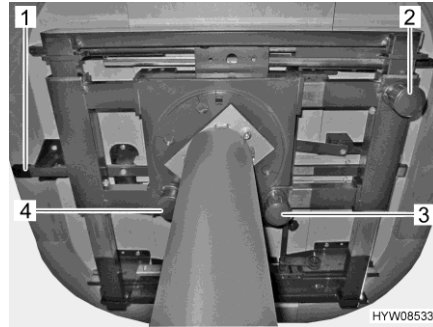
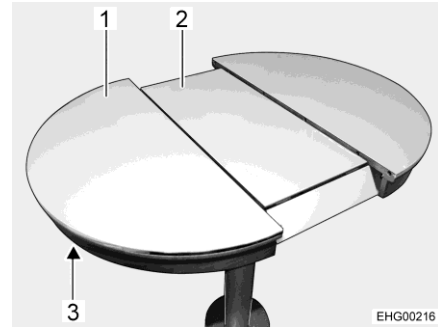

Fig. 85 Possibilités de régler la table
Fig. 86 Agrandir le plateau de table
- Tirer le bouton (Fig. 85,3) vers le bas et le maintenir ainsi.
- Tirer le bouton (Fig. 85,2) vers le bas et le maintenir ainsi.
- Tirer le bouton (Fig. 85,4) du verrouillage vers le bas.
- Pousser le déverrouillage (Fig. 85,1 et Fig. 86,3) vers le haut.
- Tirer sur le plateau de table (Fig. 86,1) jusqu'à ce que la rallonge (Fig. 86,2) remonte et se trouve à hauteur du plateau de table.
- Pousser le déverrouillage (Fig. 86,3) vers le haut.
- Tirer sur le plateau de table (Fig. 86,1) jusqu'à ce que la rallonge (Fig. 86,2) soit libérée.